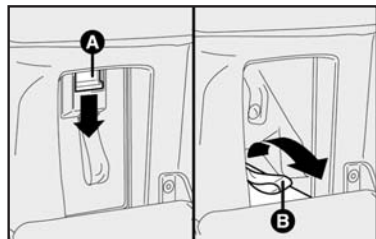

fig. 116
2) Apertar a alavanca **A-fig. 116** e abaixar a tampa.
Para fechar a tampa, puxar a alça **B-fig. 116**.